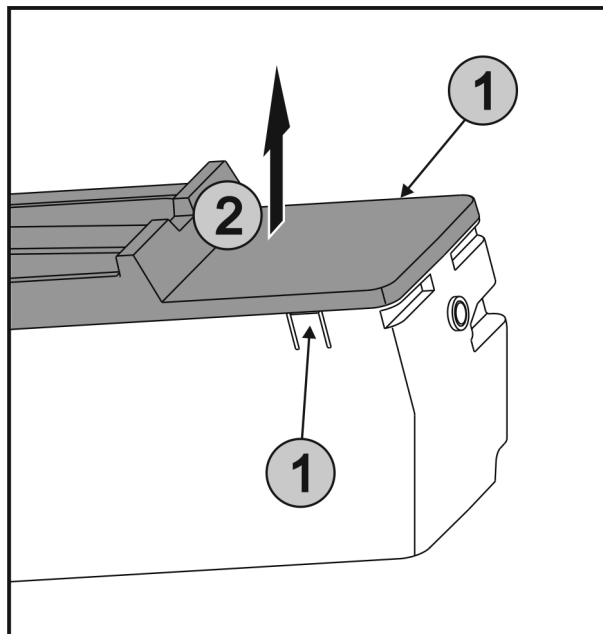

Fig. 56
- ▶ Одновременно нажать на накладки Fig. 56 (1) на обеих сторонах EasyTwist-Ice и снять крышку Fig. 56 (2) движением вверх.